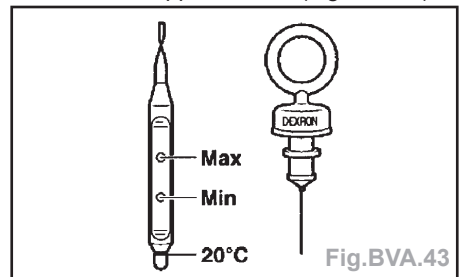

Fig.BVA.43
- A froid, le niveau d'ATF doit atteindre au minimum le repère 20°C; dans le cas contraire, faire l'appoint d'ATF (Fig.BVA.43).